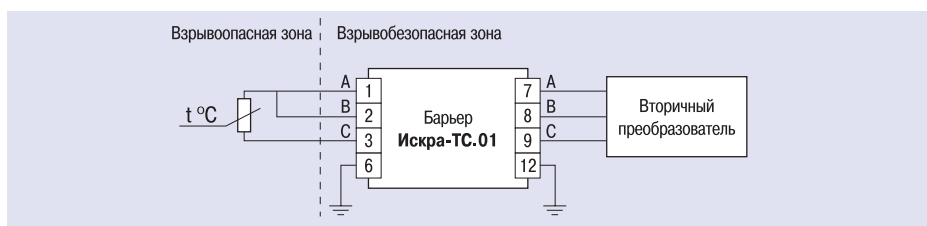

Рис. 4. Схема подключения барьера ОВЕН ИСКРА-ТС.01
**БАРЬЕР ОВЕН ИСКРА-ТС.01** совмещается с датчиком на основе термометра сопротивления (ТС) по трехпроводной схеме (рис. 4).